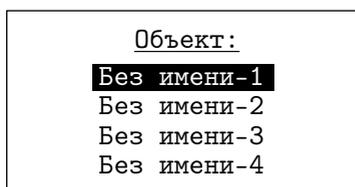

Рис. 3.33
3.6. ОБЪЕКТ - выбор объекта исследования (Рис. 3.33).